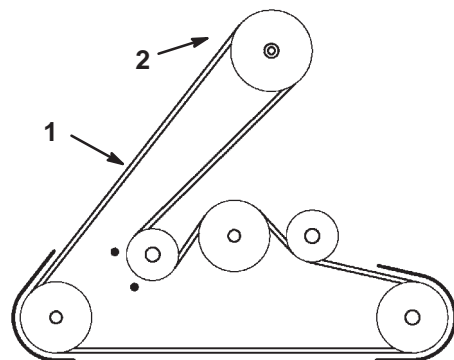

Bild 5
3. Montieren Sie den Mähwerkriemen auf der elektromagnetischen Kupplungsriemenscheibe (Bild 5).